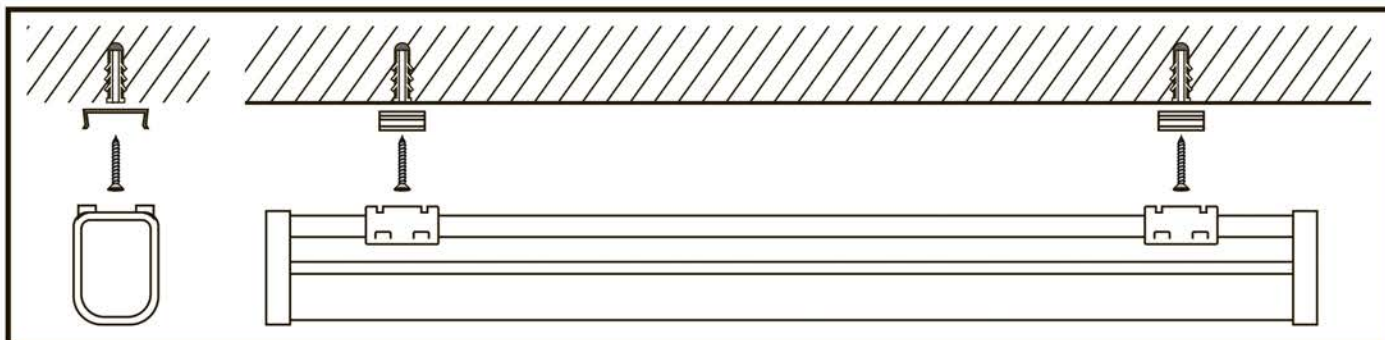

Рис. 2. Схема установки светильника
- Наметьте место будущей установки светильника и просверлите отверстия, закрепите монтажные скобы, как показано на Рис. 2. Защелкните в них корпус светильника.